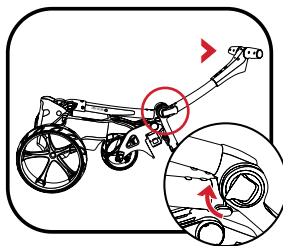

Fig 2
2. Fäll ut handtaget och sätt tillbaka spärren (fig. 2)